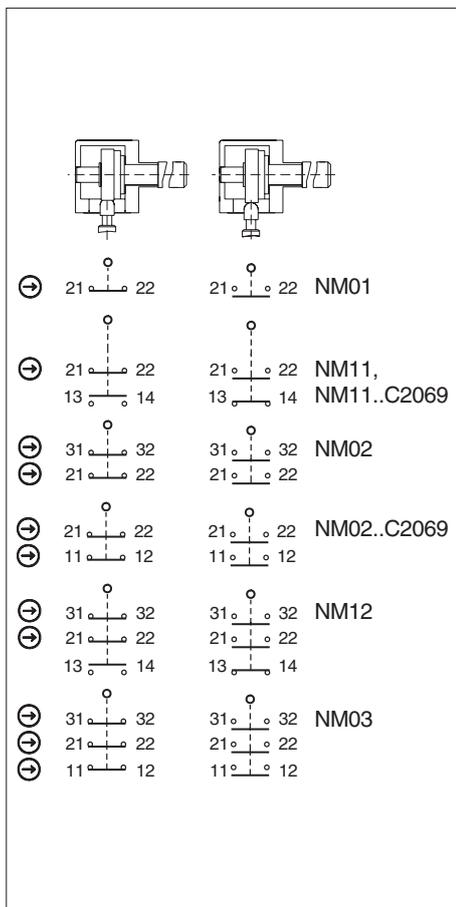

Fig. 4: Elementos interruptores y funciones de conmutación
Debe usarse como mínimo un contacto (→). Este señala la posición del resguardo (para la asignación de contactos, consulte la Fig. 4).
3. Apriete las conexiones y los bornes con 0,5 Nm (para la asignación de contactos, consulte la Fig. 4).